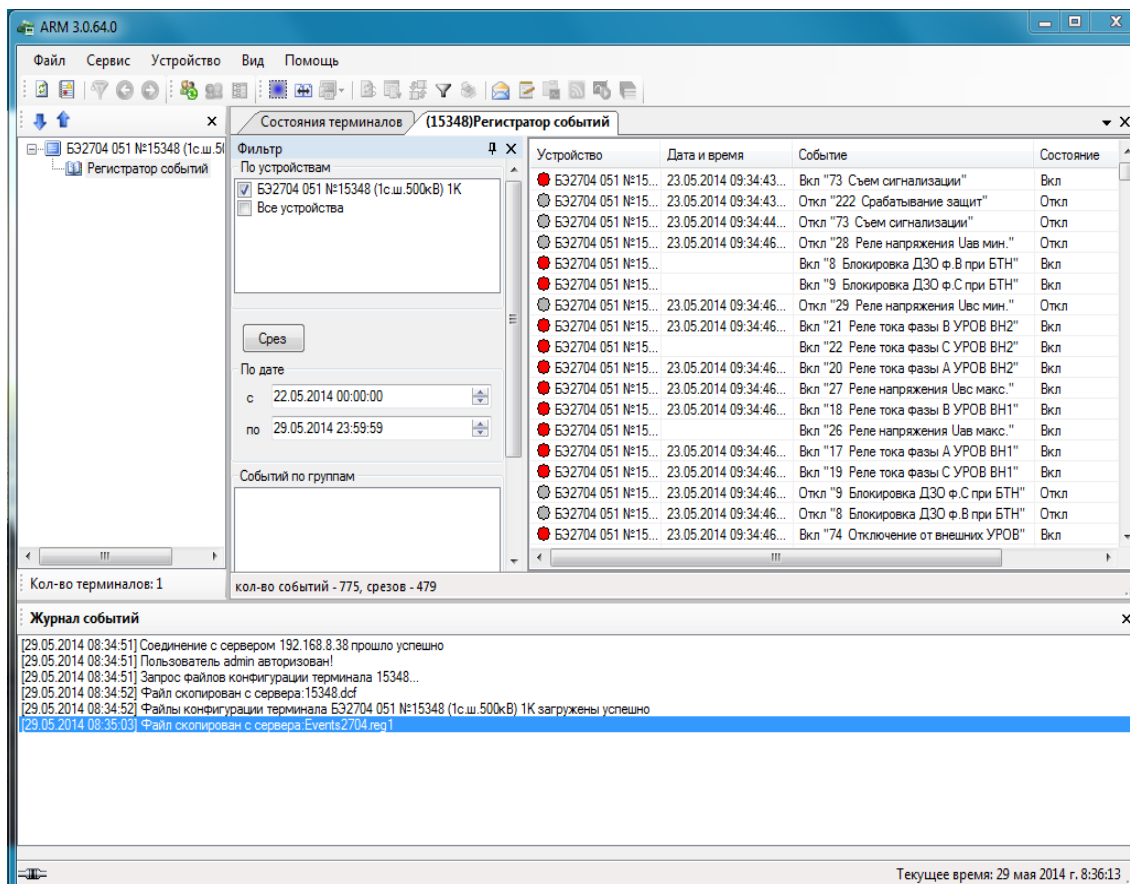

Рисунок 2.121
– в программе **АРМ** в меню терминала БЭ2704 выбрать пункт **Регистратор событий**, в котором можно просматривать события (рисунок 2.121).